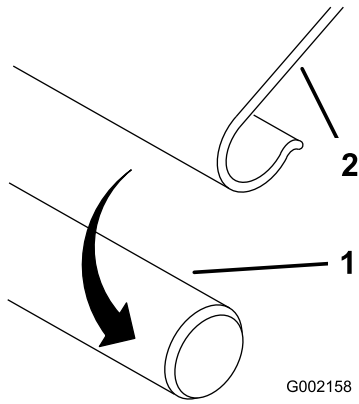

Bild 5
2. Rasten Sie die J-Streifen über die Rahmenstangen ein (Bild 5).